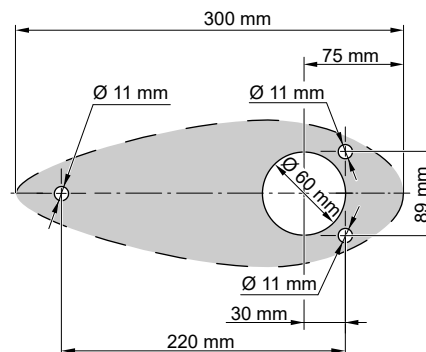

Fig. 37: Dimensions
1. Pour le montage du pod, percez quatre trous dans la coque, cf. "Fig. 37: Dimensions". Si besoin, utilisez le bloc d'équilibrage adapté comme gabarit de perçage.
2. Placer le bloc d'équilibrage (4) sur la bride de montage (5).